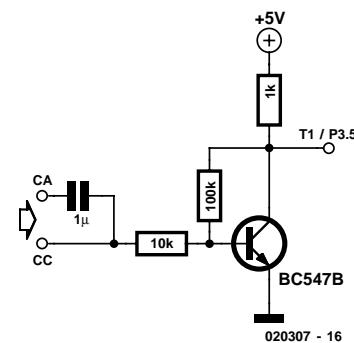

Figure 6. Petit préampli destiné à l'entrée du compteur.
La mesure d'une fréquence est l'affaire du temporisateur (timer) numéro 1 du microcontrôleur. Les signaux d'entrée sont mis en forme par un petit préamplificateur tel celui du schéma de la **figure 6**. L'utilisateur pourra utiliser, en fonction de la source de signal, un couplage soit alternatif (CA) soit continu (CC). Le fréquencemètre ainsi réalisé peut travailler jusqu'à de l'ordre de 400 kHz.